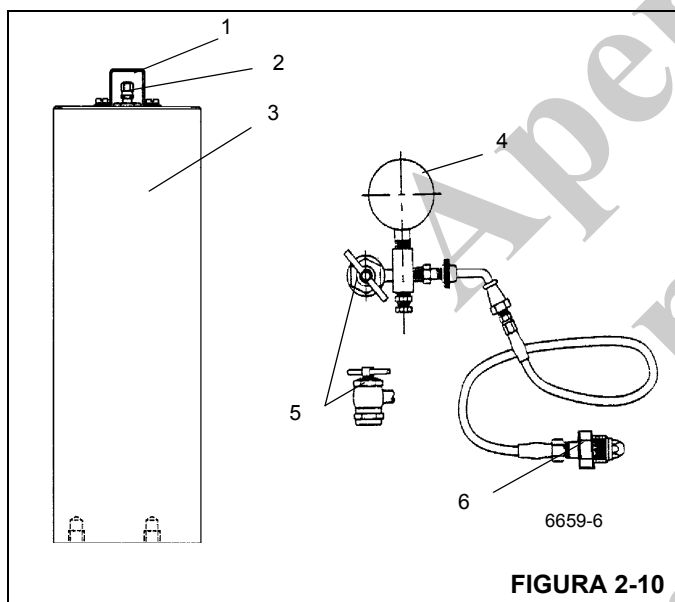

FIGURA 2-10
1. Com o motor desligado, descarte todo o óleo pressurizado armazenado nos acumuladores pressionando o pedal do freio de serviço no piso da cabine diversas vezes. Remova a proteção e a tampa da válvula de gás no acumulador Figura 2-10.
2. Antes de conectar o conjunto de carga de gás Figura 2-10 à válvula de gás do acumulador, recue a alavanca em "T" do regulador de pressão para gases totalmente para fora (sentido anti-horário).
6. Se a pressão for 62 bar + 4/- 0 (900 psi + 50/- 0), remova o conjunto da válvula de carga girando a alavanca em "T" totalmente para fora no regulador de pressão para gases e, então, abrindo a válvula de sangria Figura 2-10.
3. Antes de conectar o conjunto de carga Figura 2-10 à válvula de gás do acumulador, gire totalmente para fora (sentido anti-horário) a alavanca em "T" do regulador de pressão para gases.
7. Se a pressão da pré-carga estiver acima de 62 bar + 4/- 0 (900 psi + 50/- 0), feche a válvula do cilindro de nitrogênio e abra lentamente a válvula de sangria no conjunto de carga Figura 2-10 até que a pressão da pré-carga esteja correta.